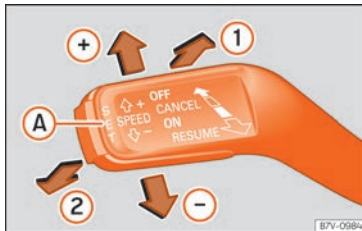

Abb. 49 Links von der Lenksäule: Schalter und Bedienelemente des GRA.
»» **Abb. 49** ziehen. System wird eingeschaltet, jedoch erfolgt noch keine Regelung, da noch keine Geschwindigkeit gespeichert ist.
- GRA aktivieren: Taste **SET** **A** »» **Abb. 49** drücken. Die aktuelle Geschwindigkeit wird gespeichert und geregelt.
- GRA-Regelung vorübergehend abschalten: Hebel bis **CANCEL** ② »» **Abb. 49** drücken und loslassen bzw. Brems- oder Kupplungspedal treten. Regelung wird vorübergehend abgeschaltet.
• GRA-Regelung wieder aufnehmen: Hebel bis **RESUME** ①
»» **Abb. 49** ziehen und loslassen. Die gespeicherte Geschwindigkeit wird erneut gespeichert und eingestellt.
• GRA abschalten: Hebel bis zur Stellung **OFF** ② »» **Abb. 49** ziehen. Das System wird abgeschaltet und die gespeicherte Geschwindigkeit gelöscht.